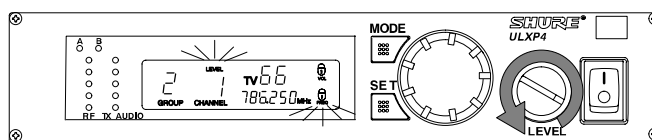

FIGURE 47
**REMARQUE :** Si le bouton de commande de volume a été réglé à un niveau plus élevé que le niveau verrouillé, le niveau de sortie reste verrouillé et l'indicateur d'avertissement de niveau de volume clignote sur l'affichage du récepteur. Voir figure 47. Tourner le bouton de commande de volume à gauche jusqu'à ce que l'indicateur d'avertissement de niveau de volume arrête de clignoter. Cela déverrouille le réglage du niveau de sortie.